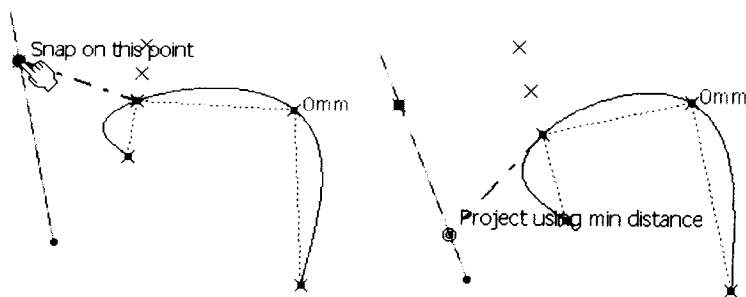

图 1-19
(8) 在选择一点插入样条线中时, 如果选择一个几何元素, 并且同时按住 **Ctrl** 键, 可以选择该几何元素上距离样条线最近的点, 如图 1-19 所示, 左图是没有按住 **Ctrl** 键的情况, 右图是按住 **Ctrl** 键的情况。